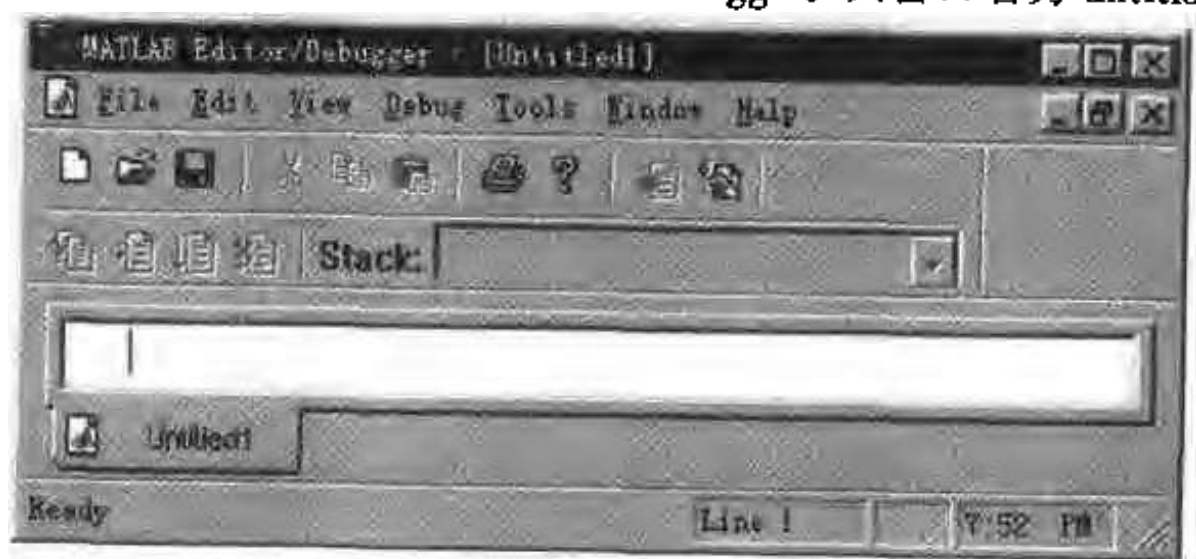

图 2-1 MATLAB Editor/Debugger 窗口
(1) 编写 M 脚本文件的步骤
• 点击 MATLAB 指令窗工具条上的 New File 图标 , 就可打开如图 2-1 所示的 MATLAB 文件编辑调试器 MATLAB Editor/Debugger。其窗口名为 untitled, 用户即可